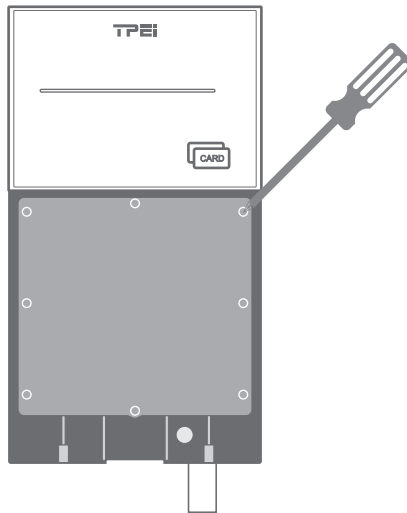

Abb. 5-11
2. Lösen Sie die acht Schrauben, um die innere Abdeckung zu entfernen. (Siehe Abb. 5-11)